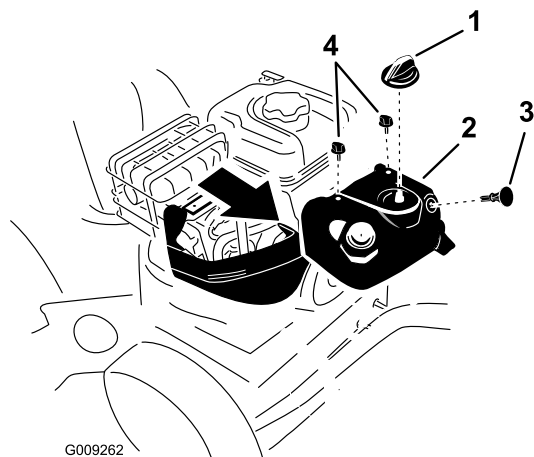

Рисунок 55
Примечание: Для доступа к свече зажигания сначала снимите верхний колпак сборника снега (Рисунок 55).
1. Снимите ручку заслонки и ключ зажигания (Рисунок 55).
2. Выверните 2 винта, которые крепят верхний колпак сборника снега к снегоочистителю (Рисунок 55).